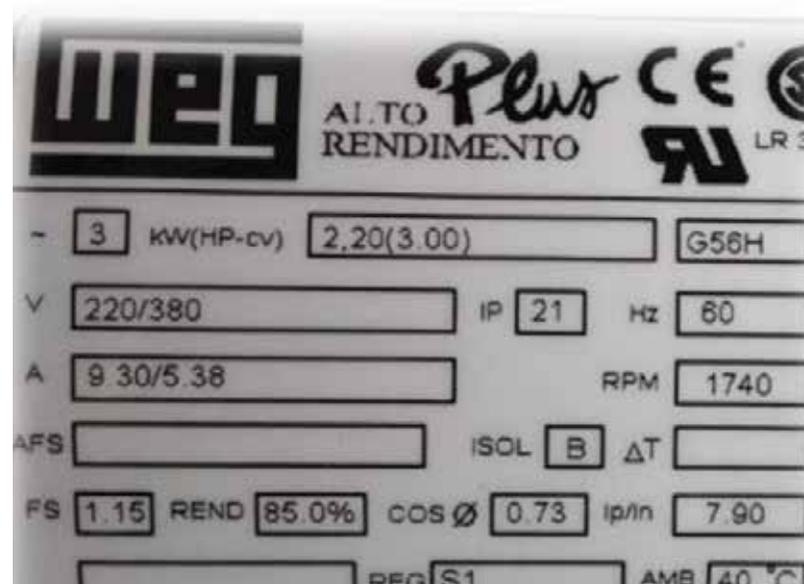

Figura 1 - placa motor trifásico
**Exemplo de Ip:** Num exemplo simples para o motor da Figura 1 alimentado em tensão de 220V temos a seguinte situação: